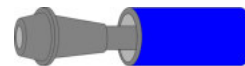

Рисунок 2. Ограничитель потока (рестриктор)
**ВНИМАНИЕ!** Проверьте наличие ограничителя потока (рис. 2) в дренажной трубке (рис. 8, поз. 8). Важно не перепутать, каким концом вставляется трубка. Ограничитель потока должен находиться со стороны мембранного модуля.